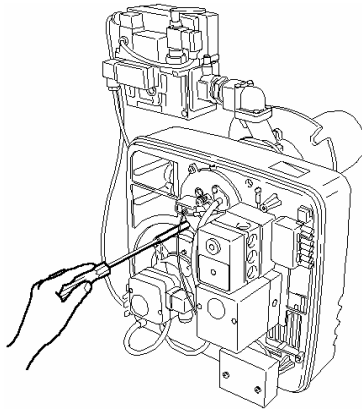

Fig. 26
- Slabiți cu șurubelnița cele două șuru-buri de prindere a capacului (Fig. 26)